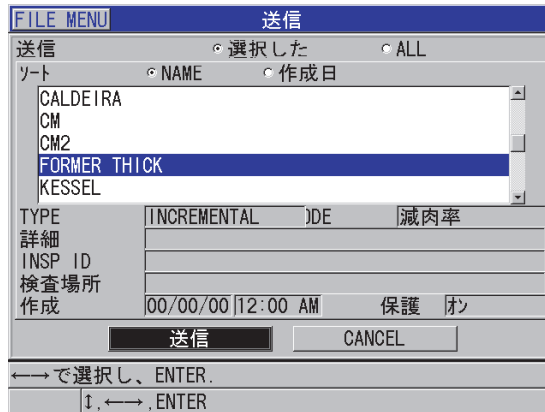

図 14-3 送信するファイルの選択
4. 送信画面で、以下の操作を行います (262 ページの図 14-3 参照)。